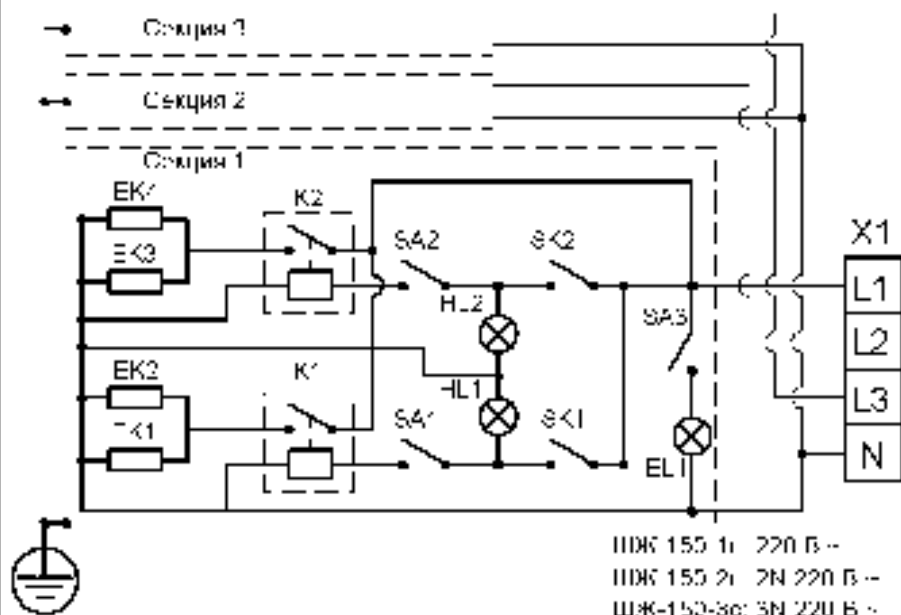

Рис.8
6.14 Соединить маркированные, свободные концы электропроводов («L2», «L3» и «N») верхних секций с зажимами клеммного блока нижней секции, с соответствующей маркировкой, а э/провода с маркировкой «земля» верхних секций с зажимами заземления (с маркировкой «земля») нижестоящих секций (см. схему электрическую, принципиальную, рис.8).